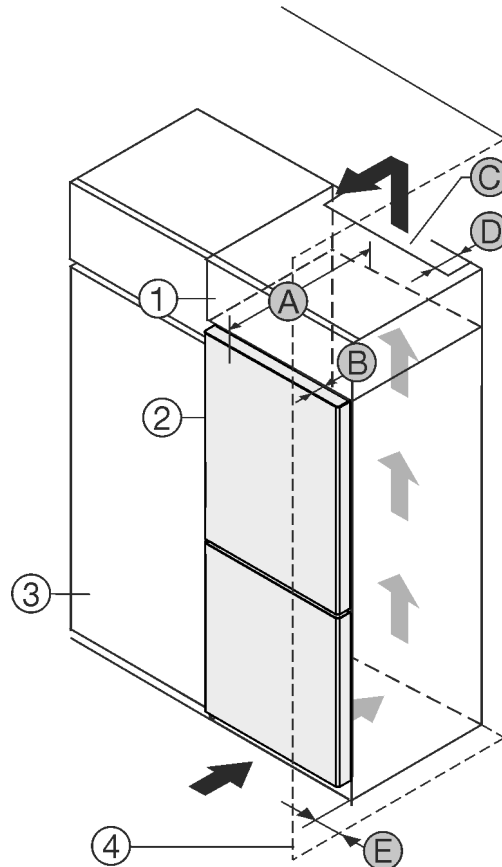

Fig. 1
- (1) Rátétszekrény
- (2) Berendezés
- (3) Konyhaszekrény
- (4) Fal
- (A) Készülék mélysége
- (B) Ajtó mélysége
- (C) Szellőzés keresztmetszete
- (D) Készülék hátsó oldalának távolsága
- (E) Távolság a készülék oldalától
A készülék közvetlenül a konyhaszekrény Fig. 1 (3) mellé állítható.
A rátétszekrény hátoldalán egy megadott mélységű Fig. 1 (D) szellőzőaknákat kell kialakítani a rátétszekrény teljes szélességében.
A mennyezet alatt be kell tartani a szellőző keresztmetszetet Fig. 1 (C).
Ha a készüléket a zsanérjaival a fal Fig. 1 (4) mellé állítja fel, legalább 13 mm távolságot kell tartani a faltól.
Ha a készüléket a zsanérjaival a fal Fig. 1 (4) mellé állítja fel, legalább 20 mm távolságot kell tartani a faltól.
Ahhoz, hogy az ajtót teljesen ki tudja nyitni, a készüléknek a konyhaszekrény elülső oldalához képest legalább az ajtó mélységének Fig. 1 (B) megfelelően ki kell állnia. A konyhaszekrények Fig. 1 (3) mélységétől és a fali távtartók használatától függően a készülék nagyobb mértékben is túllóghat előre felé.